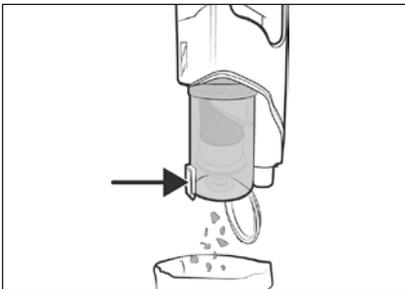

Abb. 16
① Hinweis
- 1) Halten Sie den Staubbehälter **6** in einen Abfalleimer und drücken Sie die Staubbehälterdeckel-Entriegelungstaste **7**. Der Staubbehälterdeckel **8** öffnet sich und der Inhalt wird in den Abfalleimer entleert (siehe Abb. 16). Schliessen Sie anschließend den Staubbehälterdeckel **8**.